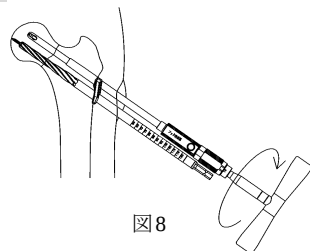

図8
- 8) アウターガイドSのハンドルをしっかりと把持しながらプッシャーSを右に回し、フックを突出させます。(図8)